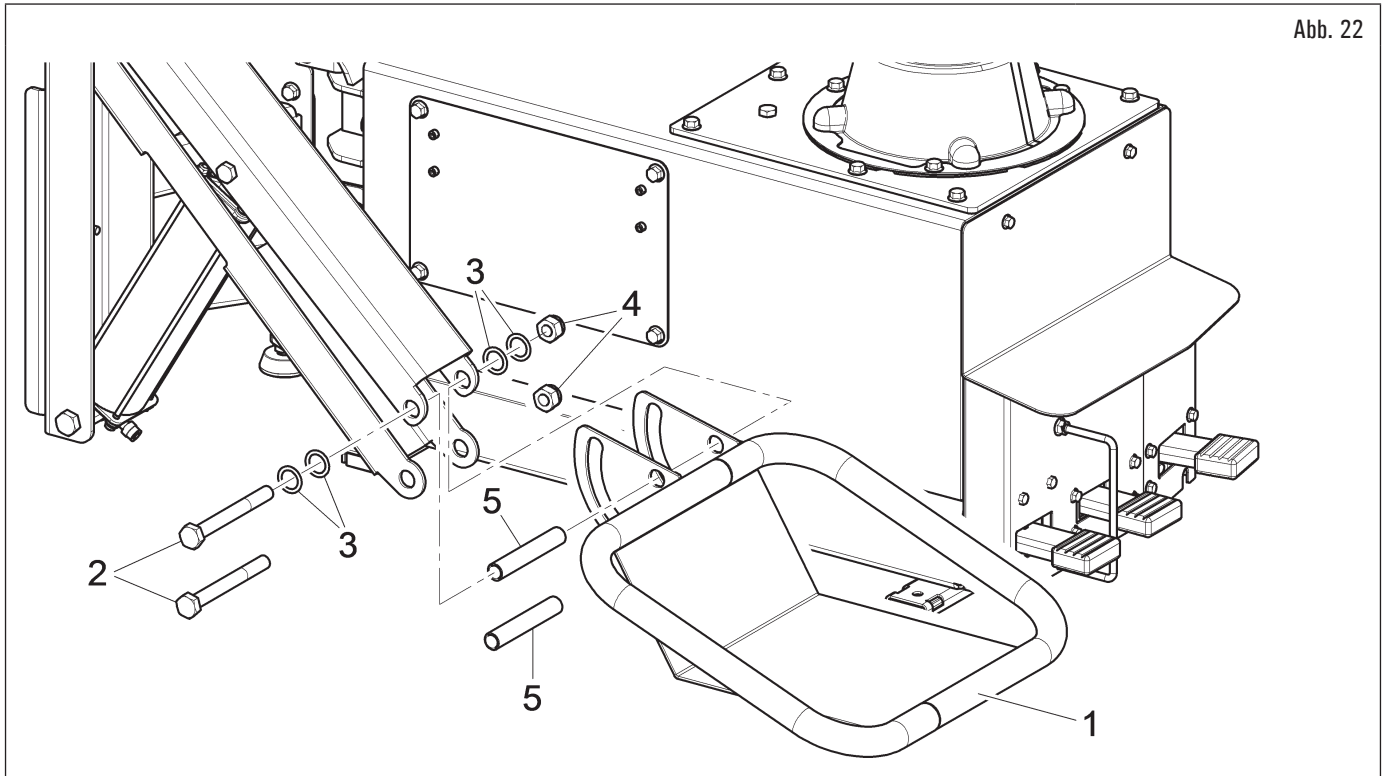

Abb. 22
1. Befestigen Sie die Radhalterung (Abb. 22 Pkt. 1) am Rahmen der Reifenmontiermaschine mit den mitgelieferten Schrauben (Abb. 22 Pkt. 2), Unterlegscheiben (Abb. 22 Pkt. 3), Muttern (Abb. 22 Pkt. 4) und dazwischenliegenden Schläuchen (Abb. 22 Pkt. 5).